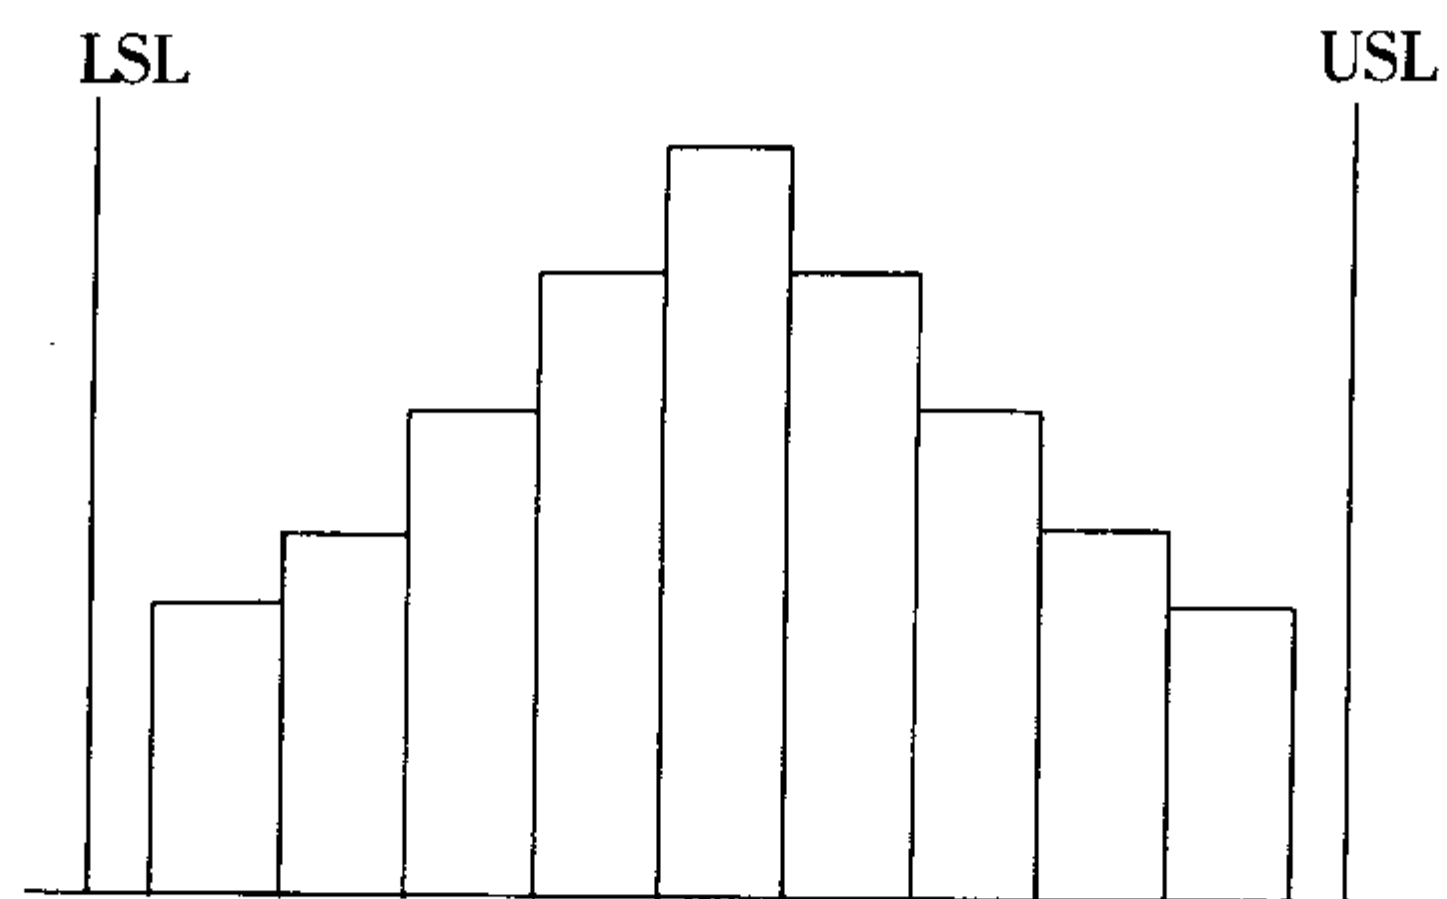

图 6-15
(2) 直方图与规格或标准值比较。
a. 图 6-15 显示过程能力尚可。